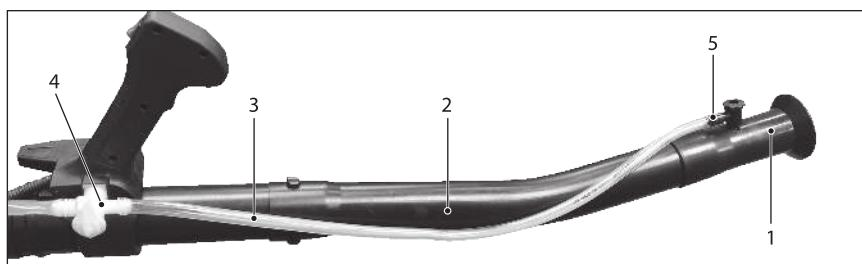

Рис. 6.1
6.1. Для модели GS-43: плотно установите распылитель в сборе 1 (рис. 6.1) на трубу напорную 2 (тип Б). Подключите шланг 3 крану на рукоятке 4. Также убедитесь, что шланг плотно сидит на дозаторе 5.